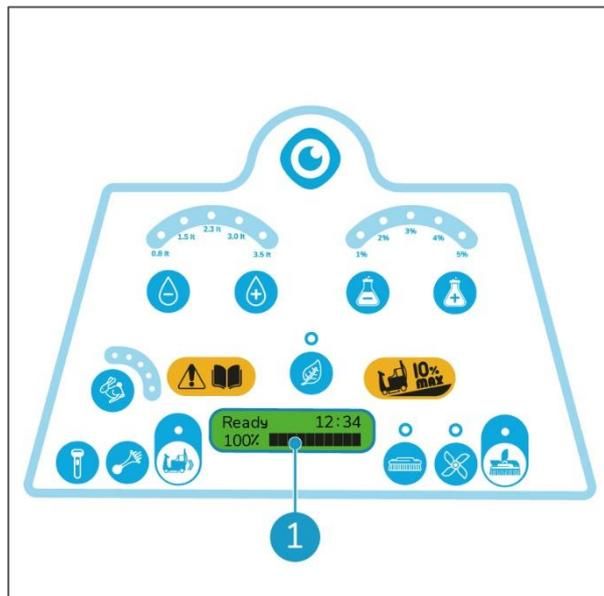

Abbildung 60
10. Warten Sie einige Sekunden. Das Display sollte 100 % und alle 10 Balken der Akkufüllstandsanzeige zeigen (Abbildung 60, Pos. 1). Der i- drive ist für den nächsten Arbeitseinsatz bereit.